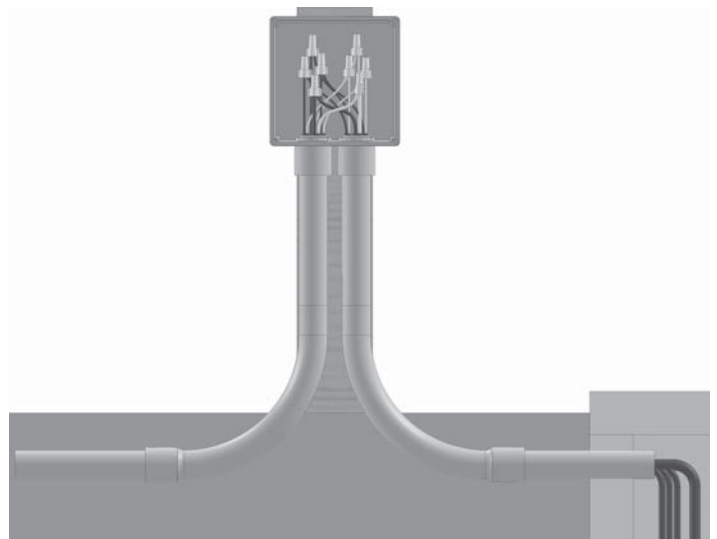

FIGURA 5
6. Determinar la ubicación de la caja de conexiones de acuerdo a los requisitos de los códigos locales. Ver Figura 5. No montar la caja de conexiones dentro del sumidero o estanque.